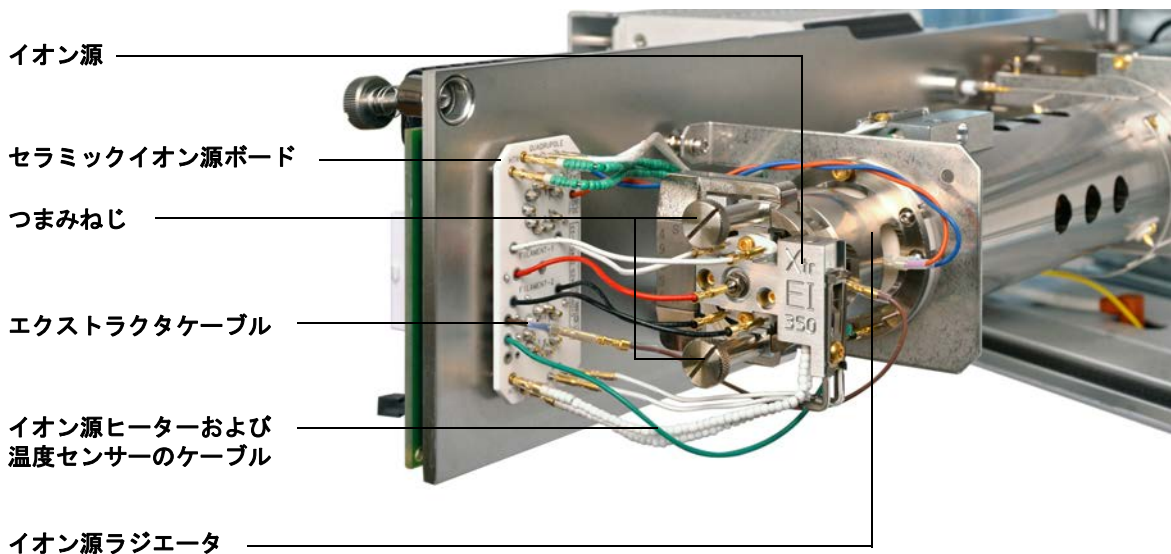

図 50 EI イオン源の取り付け
- 1 イオン源を、ソースラジエータの中へ入れます。(図 50 を参照してください。)
- 2 イオン源のつまみねじを取り付け、手で締めます。つまみねじを締めすぎないでください。(図 50 を参照してください。)